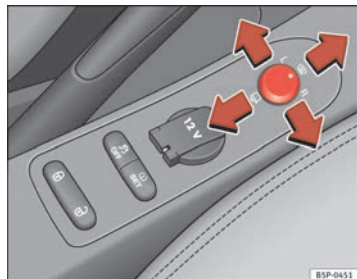

Fig. 86 Commande des rétroviseurs extérieurs
1. Tournez le bouton rotatif ⇒ fig. 86 en position **L (rétroviseur extérieur gauche)**.
- Tournez la commande vers l'avant, en position centrale ⇒ fig. 86 ①, afin que le dégivrage des rétroviseurs se déclenche et que la fonction de pare-brise chauffant* au niveau de la zone de contact des balais soit activée ⇒ page 134.
- Tournez le bouton rotatif ⇒ fig. 86 en position  pour rabattre les rétroviseurs extérieurs. Pour éviter tout dégât, il est conseillé de toujours rabattre les rétroviseurs extérieurs lorsque vous passez dans une installation de lavage automatique.